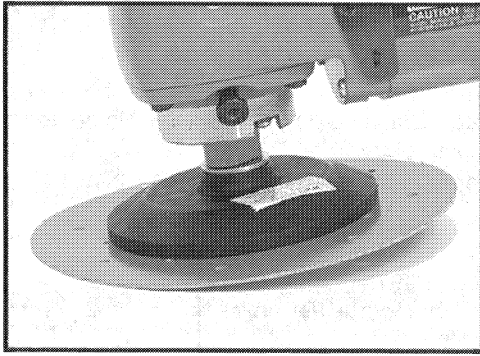

Fig. 3
3. Agarre bien la lijadora por la agarradera trasera y la auxiliar, asegurándose de que el disco de lijar no esté tocando el trabajo ni objetos ajenos. Ponga la lijadora en marcha y bájela a un ángulo de manera que 1" (2.5 cm) a 1 1/4" (3.2 cm) del disco de lijar esté en contacto con el trabajo. Vea la Fig. 3. Un ángulo demasiado grande puede arrancar o enganchar el trabajo; uno demasiado pequeño puede hacerle difícil controlar la lijadora al operario.